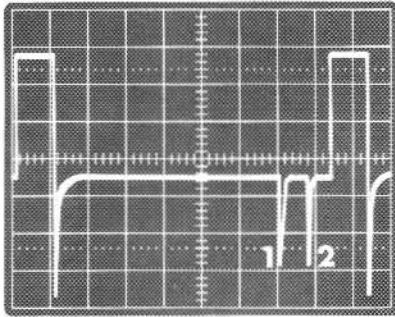

Abb. 3
Im Oszillogramm Abb. 3 soll die Zeitdifferenz zwischen den Impulsen 1 und 2 gemessen werden. Dies ist nach 2 verschiedenen Methoden mit unterschiedlicher Genauigkeit möglich.
Der Abstand der beiden Impulse aus Abb. 3 beträgt ca. 0,7 cm. Daraus ergibt sich eine Zeitdifferenz von $0,7 \text{ cm} \cdot 1 \text{ ms/cm} = 0,7 \text{ ms}$
Potent. DELAY ④② so einstellen, daß Imp. 1 und Imp. 2 in Abb. 3 aufgeheilt erscheinen